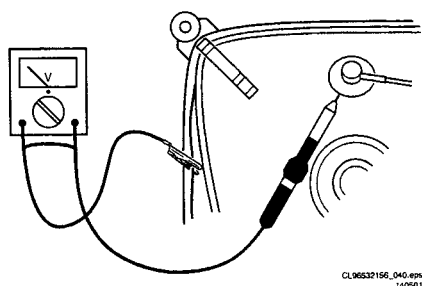

Abbildung 2-2 Discharge picture tube
- Um Beschädigungen von ICs und Transistoren zu verhüten, muss jeder Hochspannungsüberschlag vermieden werden. Um eine Beschädigung der Bildröhre zu vermeiden, muss zur Entladung der Bildröhre das in Abb. 2-2 angegebene Verfahren angewendet werden. Benutzen Sie einen Hochspannungstaster und ein Universalmessinstrument (Einstellung  $V_{DC}$ ). Die Entladung muss erfolgen, bis der Zeigerausschlag des Instruments 0 V beträgt (nach ca. 30 Sekunden).